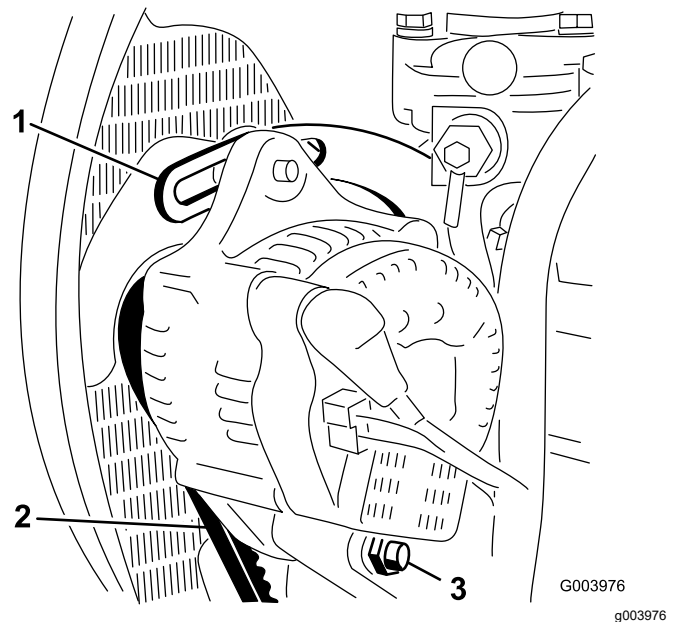

Bild 71
2. Prüfen Sie die Spannung des Treibriemens, indem Sie eine Kraft von 10 kg in der Mitte zwischen der Lichtmaschine und der Kurbelwellenscheibe ansetzen (Bild 71).
3. Lockern Sie die Schraube, mit der die Strebe am Motor befestigt ist (Bild 71) sowie die Schraube, mit der die Lichtmaschine an der Strebe und der Drehschraube befestigt ist.